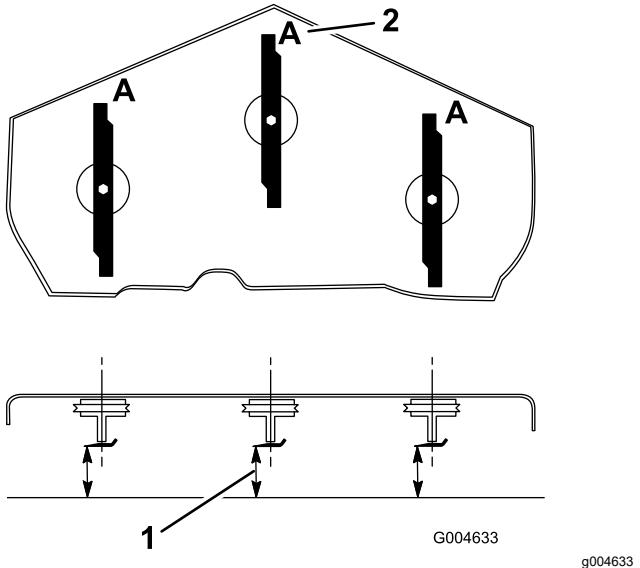

Figura 22
3. Rode as lâminas até as extremidades se encontrarem viradas para a frente e para trás (Figura 22). Meça de uma superfície plana à extremidade de corte, posição A, das lâminas (Figura 22). Anote esta medida.